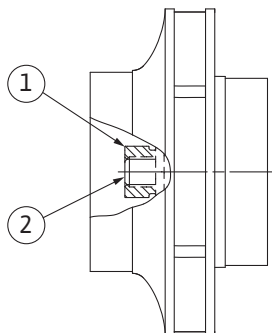

Fig. 107: Tinkama darbo rato veržlės padėtis po montavimo
8. Tvirtai laikykite veleną veržlių raktu (žiotimis 22 mm) ir pritvirtinkite darbo rato veržlę laikydamiesi reikiamo priveržimo momento (žr. lentelę „Priveržimo momentas“ [► 29]). Veržlė (Fig. 107, 1 poz.) turi būti maždaug $\pm 0,5$ mm viename lygyje su veleno galu (Fig. 107, poz. 2). Jei taip nėra, atlaisvinkite veržlę ir pakartokite 4 ... 8 veiksmus.